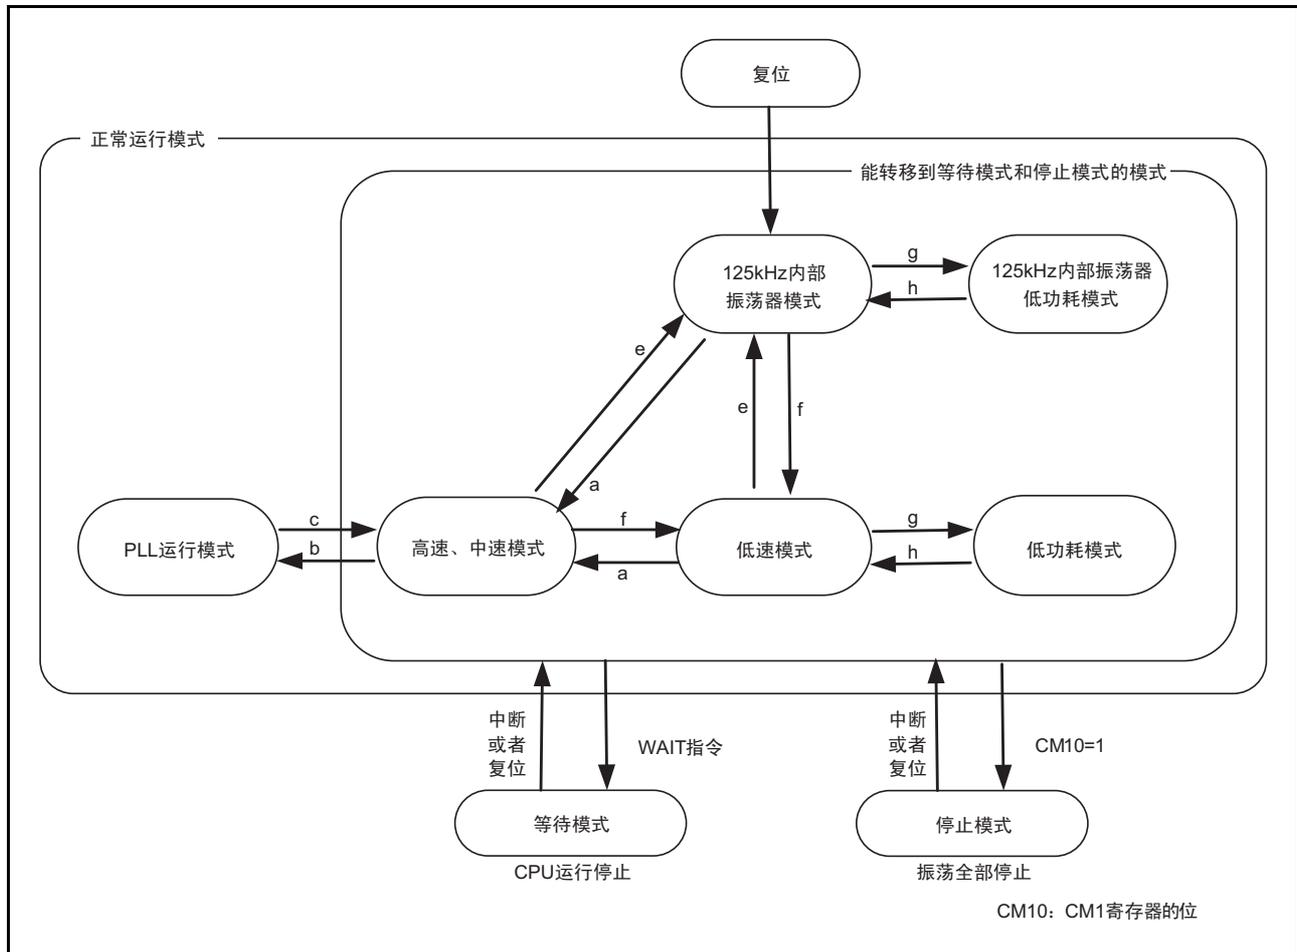
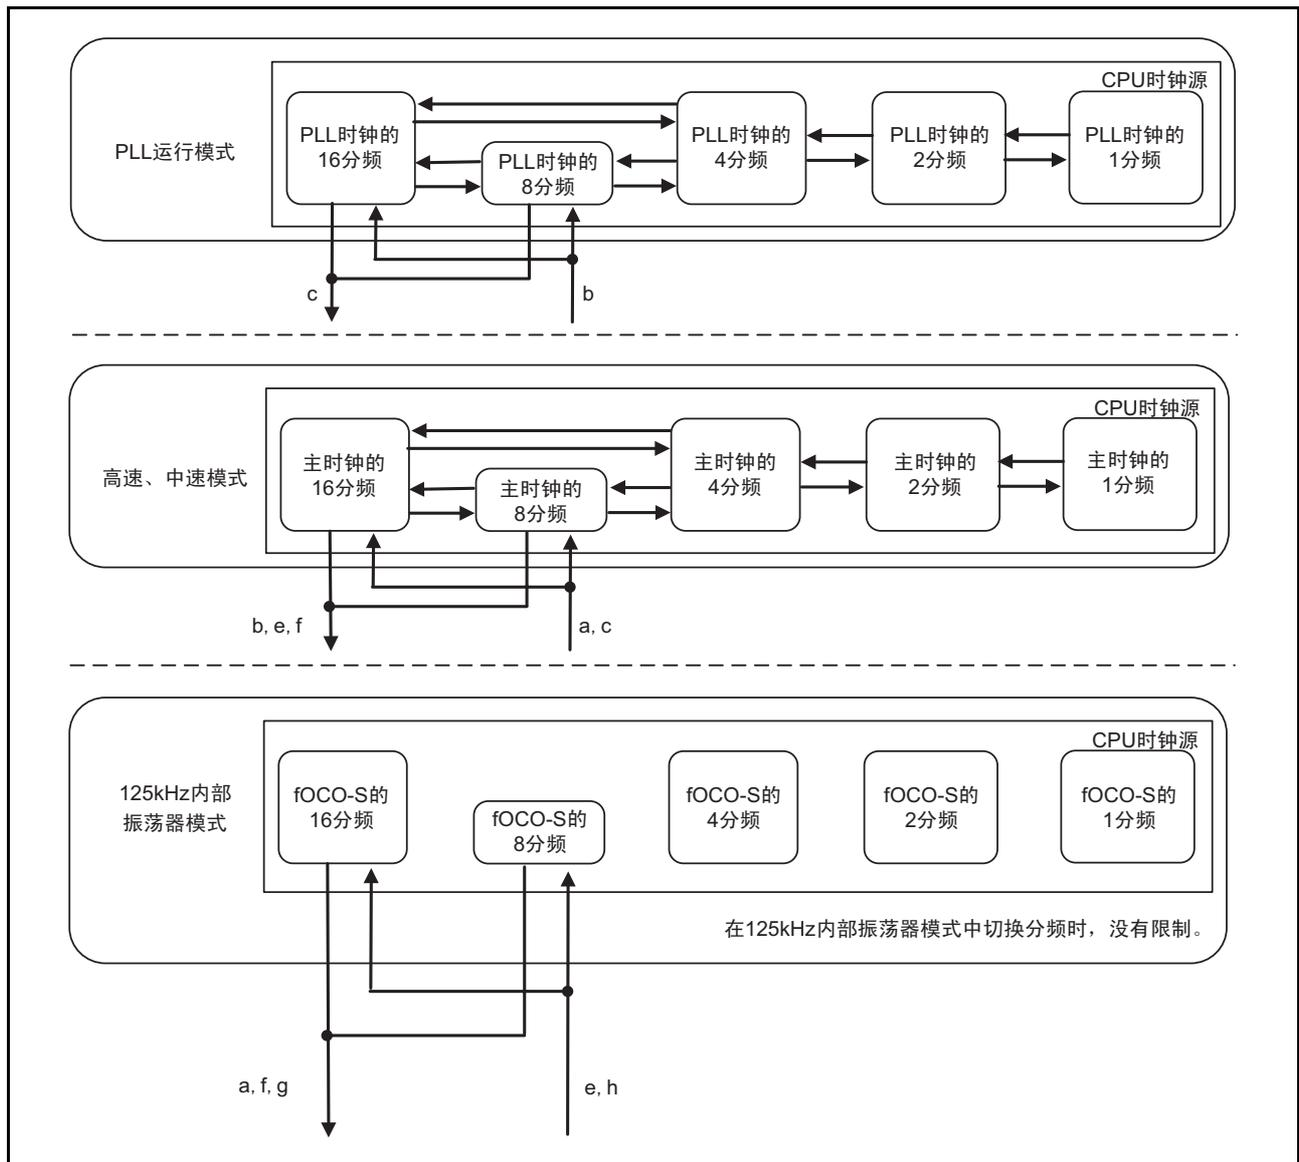

图 9.1 时钟模式的状态转移
图 9.2 分频切换的状态转移
既能从高速模式或者中速模式转移到 PLL 运行模式，也能从 PLL 运行模式转移到高速模式或者中速模式。在向其他模式（包括等待模式和停止模式）转移时，必须先转移到高速模式或者中速模式，然后转移到其他模式（参照“图 9.1 时钟模式的状态转移”）。
时钟模式的状态转移如图 9.1 所示，图 9.1 中的箭头表示能进行模式间的转移。
- 在 PLL 运行模式、高速模式或者中速模式中切换分频时，必须按照图 9.2 所示的顺序切换分频。
- 请按照后述的 a~c，e~h 所示的步骤进行模式转移。各寄存器和位的存取方法等请参照“9.2 寄存器说明”。a~c，e~h 的符号对应“图 9.1 时钟模式的状态转移”和“图 9.2 分频切换的状态转移”中的箭头 a~c，e~h。